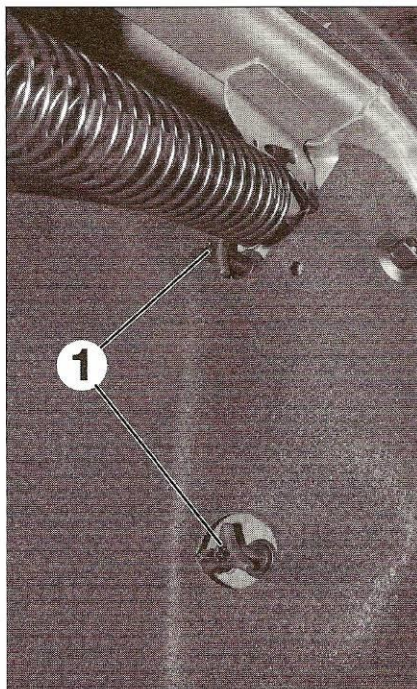

Fig. 70
- Déposer les écrous de fixation (1) du feu arrière (Fig.70).